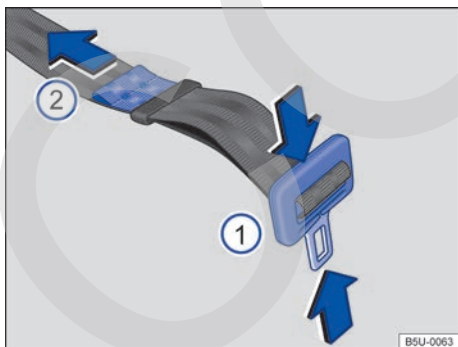

Fig. 13 Ajustar la banda del cinturón de seguridad subabdominal.
- Presionar la pestaña de encastre en el sentido de las flechas → **fig. 13 ①** y extender totalmente el cinturón de seguridad.
- Apretar la pestaña de encastre contra el cierre del cinturón y tirar del extremo → **fig. 13 ②** en el sentido de la flecha, hasta alcanzar una holgura máxima de 5 cm (3 dedos) en la zona pélvica.